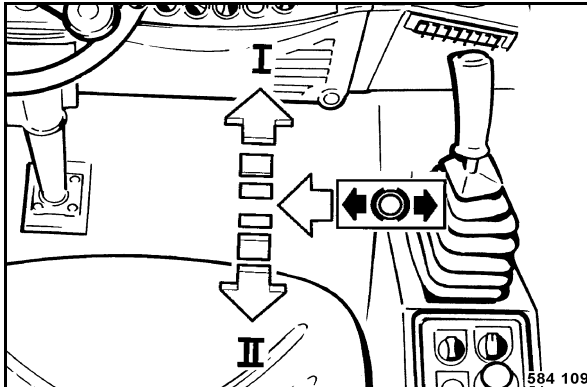

fig. 133
- Décranter le levier de commande de marche (fig. 133) vers la gauche, à partir de la position de freinage.